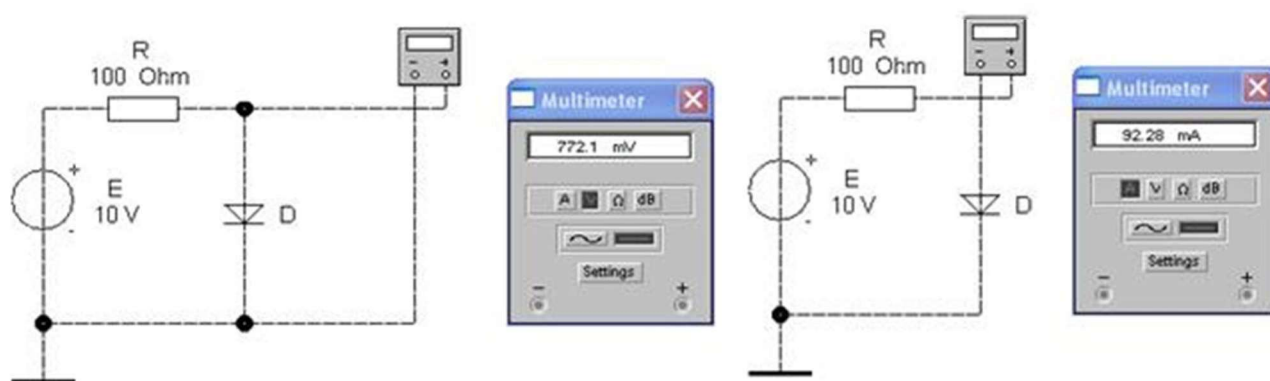

Рис. 1.1. Схемы для измерения: а – напряжения; б – тока диода
1. Собрать схему (рис.1.1, а) и включить. Мультиметр покажет напряжение на диоде  $U_{пр}$  при прямом смещении. Перевернуть диод и снова запустить схему, мультиметр покажет напряжение на диоде  $U_{обр}$  при обратном смещении. Вычислить ток диода при прямом  $I_{пр}$  и обратном  $I_{обр}$  смещении согласно формулам
2. Собрать схему (рис. 1.1, б) и включить. Мультиметр покажет ток диода  $I_{пр}$  при прямом смещении.